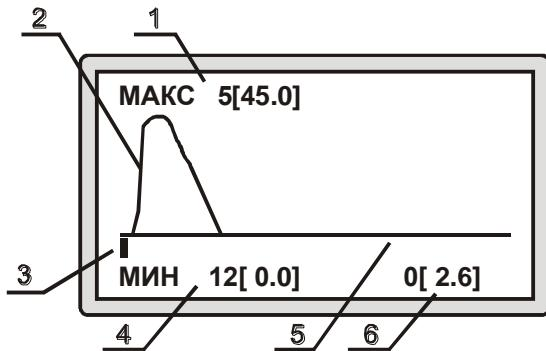

Рис. 12 Визуальное представление сохраненных данных
7.4.2 Просмотр сохраненных данных (рис. 12) осуществляется в пункте «ДАННЫЕ\ГРАФИК\ПРОСМОТР» (п.7.1.3.5.2).
При просмотре графика сверху на дисплее отображается максимальное (поз.1, рис.12), снизу – минимальное (поз.4, рис.12) значения серии (на рис. 12 значения в квадратных скобках), а также порядковый номер значения в серии (число перед квадратными скобками).
Перемещая курсором кнопками «↑», «↓» можно просмотреть каждое записанное в серии значение (поз.6, рис.12).